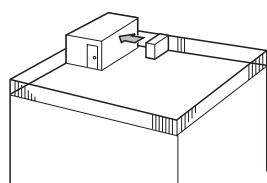

Fig. 2-4
- ① Vend luftløpet mot nærmeste tilgjengelig vegg, omtrent 500 mm unna vegg. (Fig. 2-4)